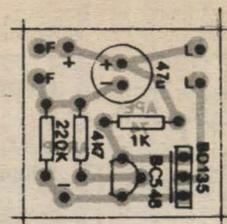

Fig. 4
- FIG. 4 - CHAPEADO DA MONTAGEM - Pelo lado dos componentes, as coisas são também muito fáceis: basta inserir os componentes conforme o diagrama (apenas não são mostrados o LDR e a lâmpadina, a serem ligados *da placa para fora* - detalhes adiante...), soldando cuidadosamente seus terminais pela face cobreada... Atenção aos componentes polarizados, já detalhados na FIG. 2: o BD135 com sua face metalizada voltada para o BC548, este com seu lado *chato apontando* para o resistor de 4k7 e o capacitor eletrolítico com a polaridade de seus terminais respeitada, conforme